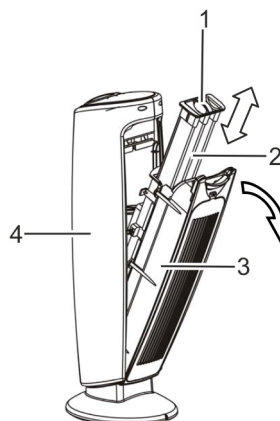

Fig. 5: Mise en place/retrait de la cartouche
Une charge électrostatique négative est produite sur les lamelles collectrices amovibles situées à l'intérieur de l'appareil (Fig. 5/2). Il en résulte la production d'ions négatifs et d'une faible quantité d'ozone qui attirent les petites particules chargées positivement, comme la poussière, le pollen, les polluants et les substances odorantes (fumée de cigarette, par exemple). Ces particules sont collectées à l'intérieur de l'appareil et sont éliminées de l'air ambiant, qui est ainsi purifié.
1. Assurez-vous que la cartouche amovible avec les lamelles collectrices (Fig. 5/2) est insérée à fond dans l'appareil (Fig. 5/3).
2. Refermez bien le bloc contenant la cartouche (Fig. 5/3) au dos de l'appareil (Fig. 5/4).
- Fonction "Fan" (ventilateur): augmentation de la circulation de l'air dans les lamelles collectrices (Fig. 5/2) pour augmenter le degré de purification
- Nettoyez la cartouche et les lamelles collectrices (Fig. 5/2) avec un chiffon humide.
La cartouche amovible avec les lamelles collectrices en inox (Fig. 5/2) s'encrasse au fil des utilisations et doit être nettoyée régulièrement :
1. Avant de procéder au nettoyage de la cartouche et des lamelles collectrices (Fig. 5/2), éteignez l'appareil (par. 5 „Utilisation de l'appareil“, page 7) et débranchez le bloc d'alimentation (Fig. 1/2) .
3. Ouvrez le bloc en tirant en arrière (Fig. 5/3 et 5/4).
4. Saisissez la poignée de la cartouche (Fig. 5/1). Retirez la cartouche avec les lamelles collectrices en inox (Fig. 5/2) du bloc-cartouche (Fig. 5/3). Procédez au nettoyage.
- Soyez prudent lors du nettoyage des arêtes vives de la cartouche et des lamelles collectrices (Fig. 5/2).
5. Nettoyez la cartouche encrassée (Fig. 5/2) avec un chiffon humide. Séchez ensuite avec un chiffon sec.
Si vous utilisez de l'eau chaude savonneuse pour nettoyer la cartouche (Fig. 5/2), laissez ensuite cette dernière sécher à l'air pendant 24 heures.
6. Assurez-vous que les lamelles collectrices (Fig. 5/2) sont entièrement sèches avant de les réinsérer dans la cartouche (Fig. 5/3).